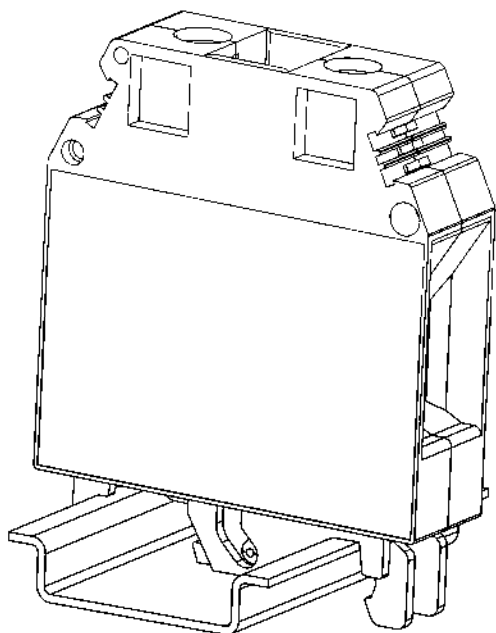

Рисунок 11 – установка клеммы с крепежным винтом на монтажную рейку
- Заведите клемму в зацепление и зацепите клемму с монтажной рейкой (рис. 11);